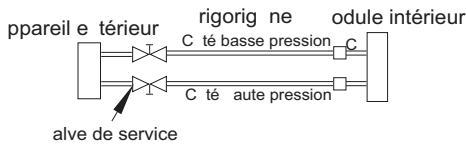

Figure 13 – Valve de service
1. Serrez complètement les écrous évasés A, B, C et D, branchez le flexible de chargement du manomètre du collecteur à un orifice de chargement de la valve de service côté basse pression (consultez la figure 13).